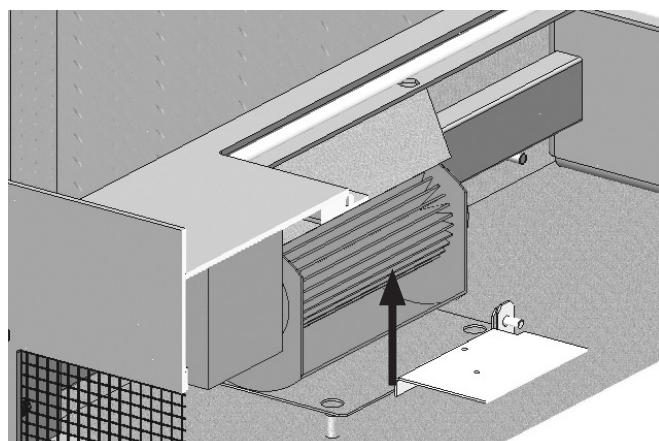

FIG. 12
5. Sacar los ventiladores de su alojamiento desatornillando las tuercas, desencajar el conjunto de los pernos y sacarlo girando hacia arriba. (Fig. 12)